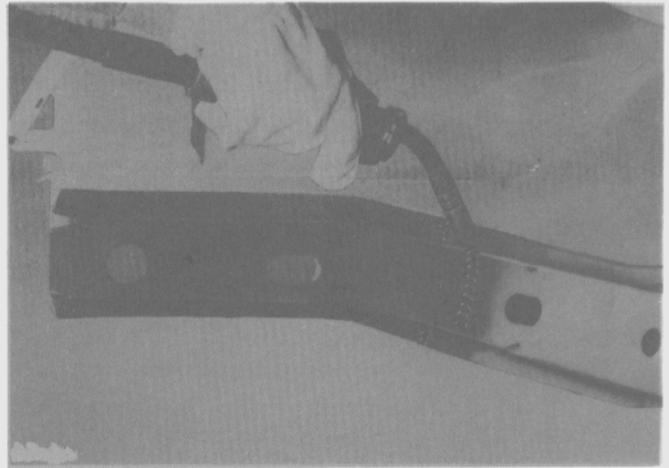

Fig. 137
- Retirar la capa protectora del lado del arco de la rueda del panel del guardabarro delantero interior y lijarlo hasta llegar al metal brillante en la zona de soldaduras por puntos. Soldar a tope con metal en atmósfera de gas inerte (MIG) la junta en el larguero del lado del compartimiento del motor (Fig. 137).